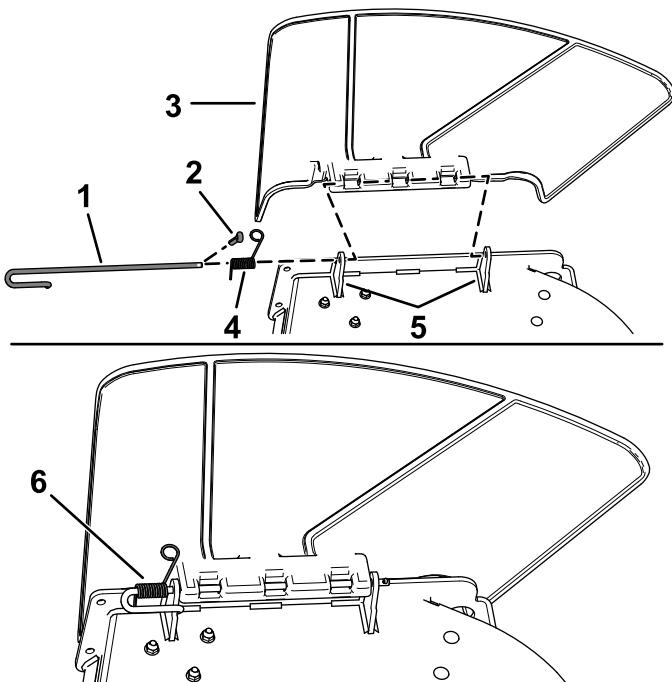

Figure 79
1. Retirez la goupille fendue (Figure 79).
2. Désengagez le ressort du cran dans le support de déflecteur et sortez la tige des supports soudés du plateau, du ressort et du déflecteur d'éjection (Figure 79).
- Reposez la goupille fendue (Figure 79).